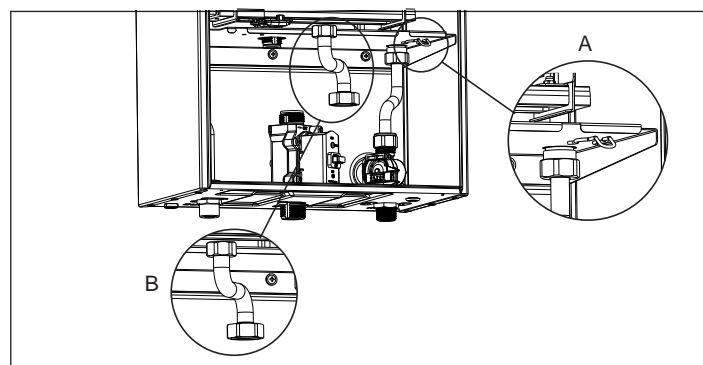

Fig. 15 - Desmontar componentes
- Tire del el clip colocado en la rampa de agua fría (detalle A fig. 15)
- Desconecte la rampa gas (detalle B fig. 15)